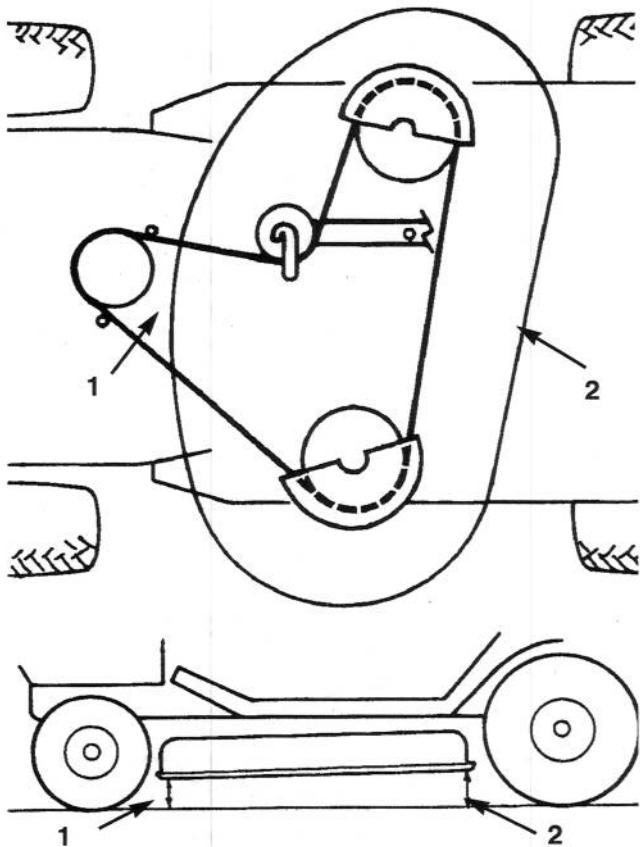

Fig. 52
- Controllare l'inclinazione davanti-dietro misurando fra la base del tosaerba (centro anteriore e centro posteriore) e la superficie piana (Fig. 52). Se il davanti del trattore è più basso della parte posteriore di oltre 4,762 mm, è necessario regolare; vedi voci 7-10.